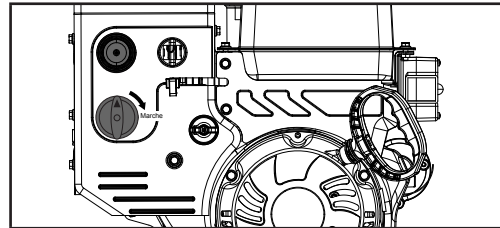

Figure 9B
- b. Pour démarrer un moteur chaud, laissez le levier de l'étrangleur sur la position Run (marche) (figure 9B).
5. Utilisez la commande d'amorçage, selon la température de la machine (figure 9B) :
8. Une fois que le moteur tourne, réglez l'étrangleur sur la position RUN (marche) (figure 9B).